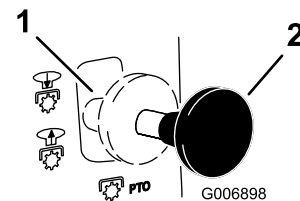

Figure 6
2. Tirez la commande de lame (PdF) en position "Engagée" (Figure 6).
2. Poussez la commande de lame (PdF) en position "Désengagée" (Figure 6).
3. Poussez la commande de lame (PdF) en position "Désengagée" (Figure 6).